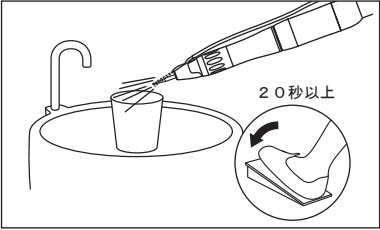

図 7
- ハンドピース内の液体を排出するため、チェアサイドにてハンドピースを20秒以上作動させてください（図7）。ハンドピース停止後、発熱等の異常がないことを確認します。